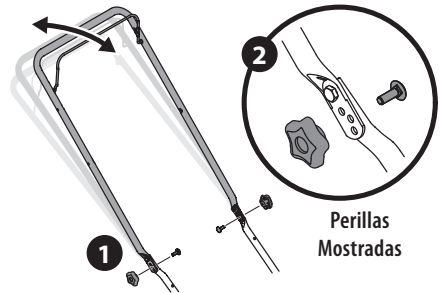

Figura 17
1. Retire las perillas o tuercas de mariposa y pernos de cabeza redonda de la manija (Figura 17).
2. Coloque la manija en una de las tres posiciones que sea más cómoda. Vea el recuadro de la Figura 17.